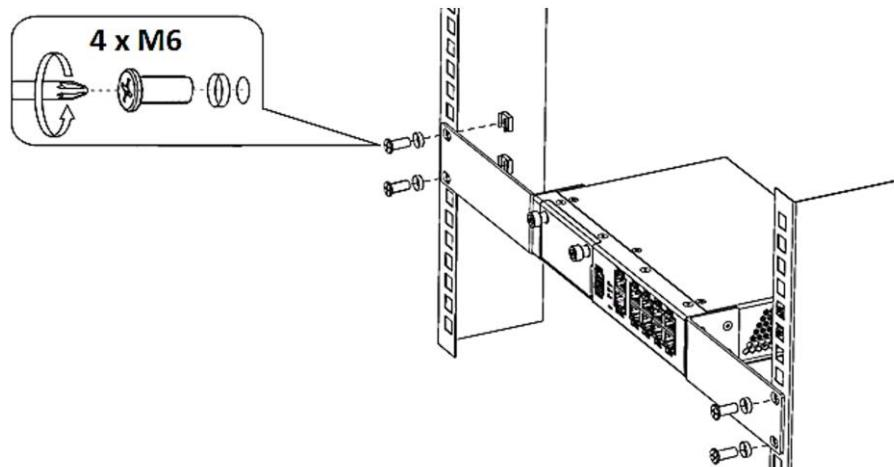
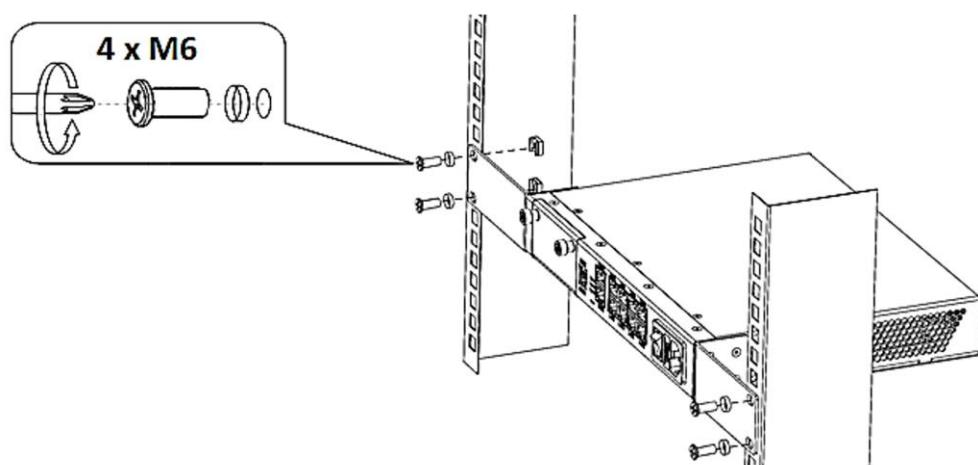

Рисунок 34 – Установка изделий в стойку с использованием комплекта КРПГ.465961.004
Рисунок 35 – Установка изделий в стойку с использованием комплекта КРПГ.465961.006
- с помощью отвертки прикрепите маршрутизатор к стойке винтами (рисунок 34, рисунок 35).